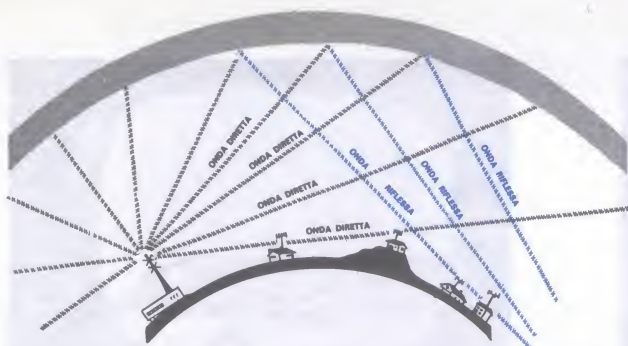

Fig. 1
**Fig. 1 - Per mettere in funzione il gruppo convertitore occorre applicare soltanto le tensioni di alimentazione e inserire la piattina proveniente dall'antenna e quella che si collegherà al televisore. Per la sintonizzazione fine occorre premere sul perno più piccolo e ruotare la relativa manopola.**
Le onde medie e corte delle stazioni radiofoniche si propagano seguendo la curvatura della Terra e si diffondono in un vastissimo raggio attorno all'emittente, mentre le onde ultracorte impiegate per le trasmissioni televisive hanno una « portata ottica », si propagano, cioè, secondo una linea retta e non seguono il profilo terrestre. Ciò, naturalmente, ne limita il raggio di propagazione influenzando, di conseguenza, sulla portata di una emittente TV la quale non è in grado di coprire distanze elevate appunto perché l'onda, non seguendo la curvatura della terra, si disperde nello spazio (fig. 1).
Fig. 1 A causa della rotondità della terra, un'onda diretta VHF non può mai raggiungere distanze elevate, esistono però dei fenomeni di riflessione (e rifrazione) causati da strati ionizzati dell'atmosfera, capaci di far deviare sulla terra onde elettromagnetiche che altrimenti si perderebbero nello spazio. In questo modo è possibile captare con qualsiasi televisore immagini provenienti anche da 3.000 e più Km di distanza.